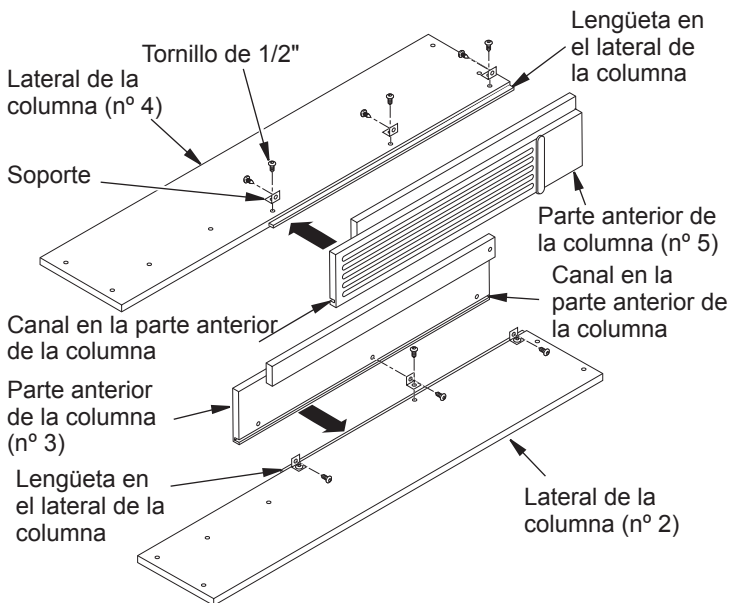

Figura 1 - Ensamblaje de columna izquierdo y derecho
1. Apoye el panel lateral derecho (n° 2) hacia abajo sobre una superficie suave para no dejar marcas en el acabado. Fije tres soportes con tornillos de 1/2" a la parte inferior de la columna anterior derecha (n° 3) dejando los tornillos un poco flojos. Coloque los soportes hacia afuera, hacia el lado de la lengüeta (consulte la figura 1, página 2). Coloque la columna anterior derecha sobre el lado derecho (n° 2), haciendo que el canal en la misma coincida con la lengüeta del costado, tal como se ve en la figura 1 de la página 2, y que los adornos laterales coincidan con el adorno de la parte anterior. Alinee los orificios roscados a los soportes al costado. Pase tres tornillos de 1/2" a través de los soportes. Alinee la parte inferior del ensamblaje de lateral y columna para que queden parejos entre sí. Sostenga estas piezas con firmeza mientras aprieta los tornillos (pero no apriete en exceso).